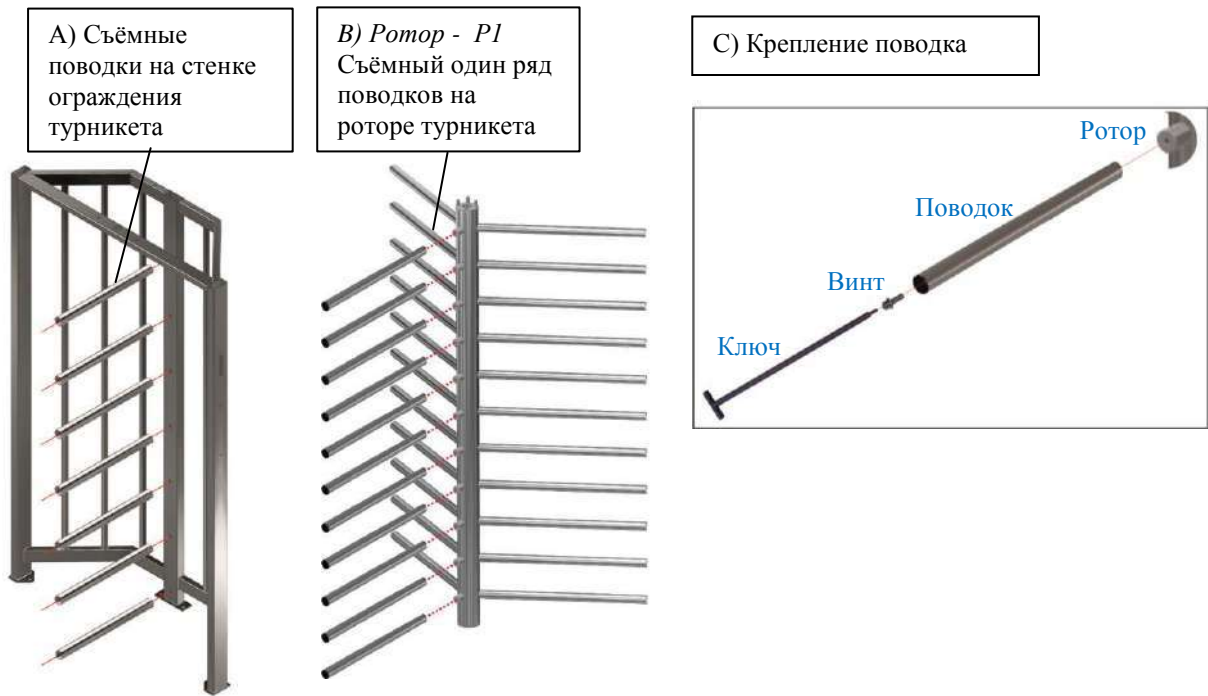

Рис.9– Сборка основных элементов и установка поводков турникета
- На стенку ограждения установить ряд поводков (гребёнку), используя удлинённый шестигранный ключ (входит в комплект поставки при разобранном виде турникета (рис.9)) и закрепить винтами.